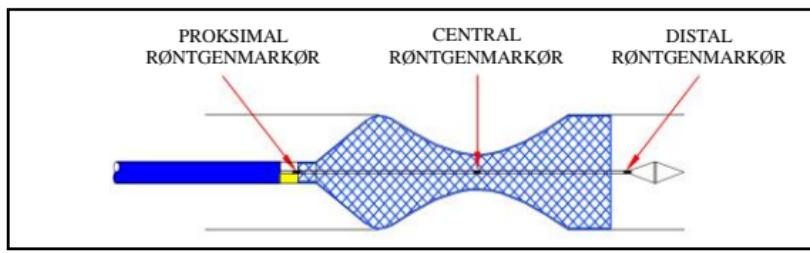

**Figur 4.**
- Når den centrale røntgenmarkør nær midten af målstrikturen, fortsættes med at trække tilbage i konnektoren, indtil stenten er helt implementeret. (se figur 4 og 5)
- Når den centrale røntgenmarkør nær midten af målstrikturen, skal man fortsætte med at overføre mod konnektoren, indtil stenten er fuldt implementeret. (se figur 4 og 6)